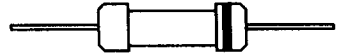

图 1-1-5 保险电阻外形图
1) 保险电阻 保险电阻在电路图中起着熔丝和电阻的双重作用，其外形如图 1-1-5 所示。保险电阻主要应用在电源电路输出和二次电源的输出电路中。它们一般以低阻值（几欧姆至几十欧姆），小功率（ $1/8 \sim 1W$ ）为多，其功能就是在过电流时及时熔断，保护电路中的其它元件免遭损坏。